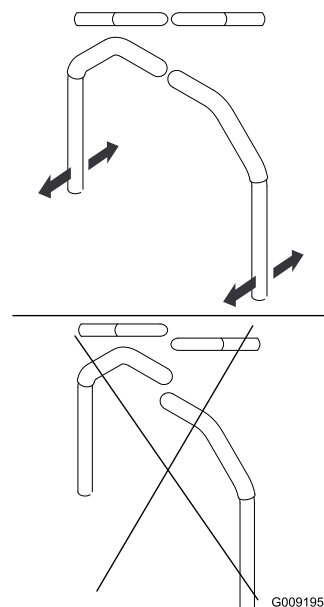

Figure 86
4. Réglez l'alignement avant/arrière des leviers en les plaçant tous deux à la position POINT MORT, puis faites-les coulisser jusqu'à ce qu'ils soient alignés, et serrez les boulons (Figure 86).